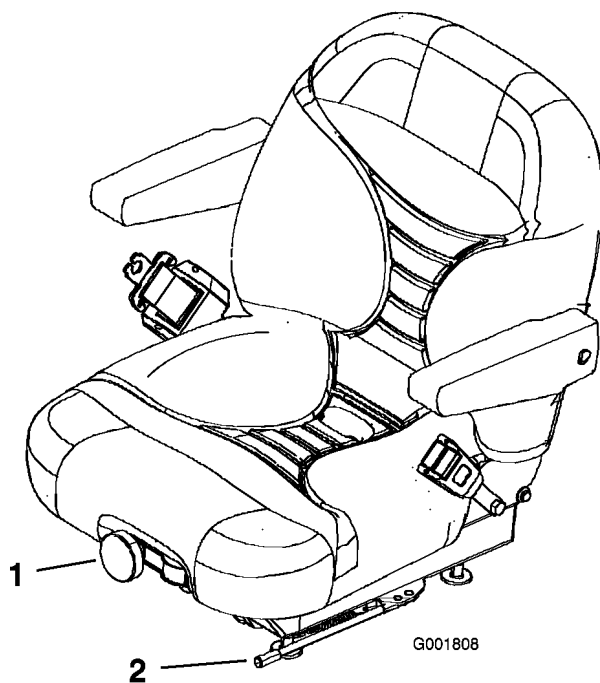

Bild 22
1. Bewegen Sie den Hebel zum Entriegeln des Sitzes zur Seite (Bild 22).
Drehen Sie das Handrad zum Verstellen an der Vorderseite solange, bis der gewünschte Komfort erreicht ist (Bild 22).